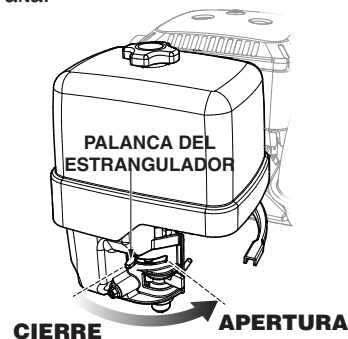

Figura 11. Palanca del estrangulador del motor (abierto)
4. Coloque la palanca del estrangulador (consulte la Figura 11) en posición **abierta** si arranca el motor caliente o la temperatura es alta.